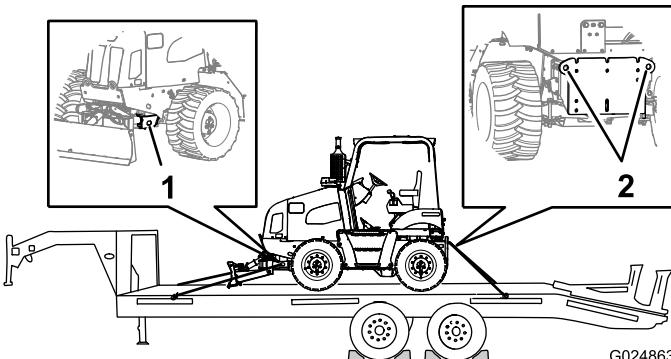

Figure 53
- Arrimez l'avant et l'arrière de la machine sur la remorque au moyen de chaînes et d'un tendeur (Figure 53).